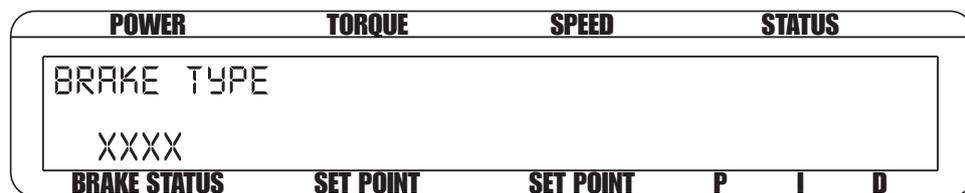

Bild 3–32 Menü für die Wahl des Bremsentyps
6. Zweimal auf die SHIFT-Taste drücken, um zum Menü für die Wahl des Bremsentyps zu gelangen (siehe Bild 3–32).